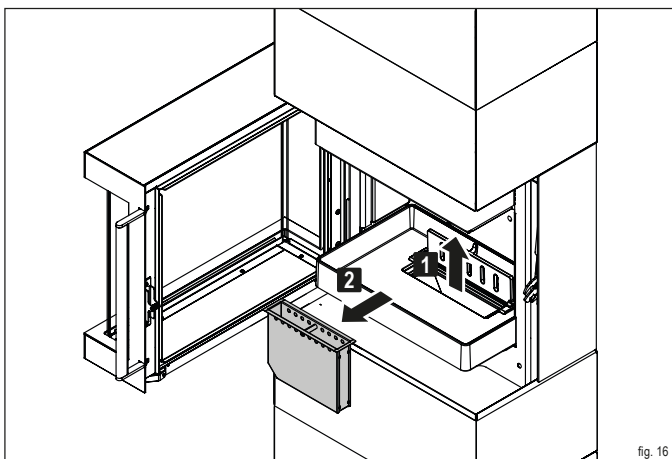

fig. 16
- ▶ **Rimuovete dal manico il cassetto cenere dall'apertura (fig. 16).**
- ▶ Rimuovete dal manico il cassetto cenere dall'apertura (fig. 16).